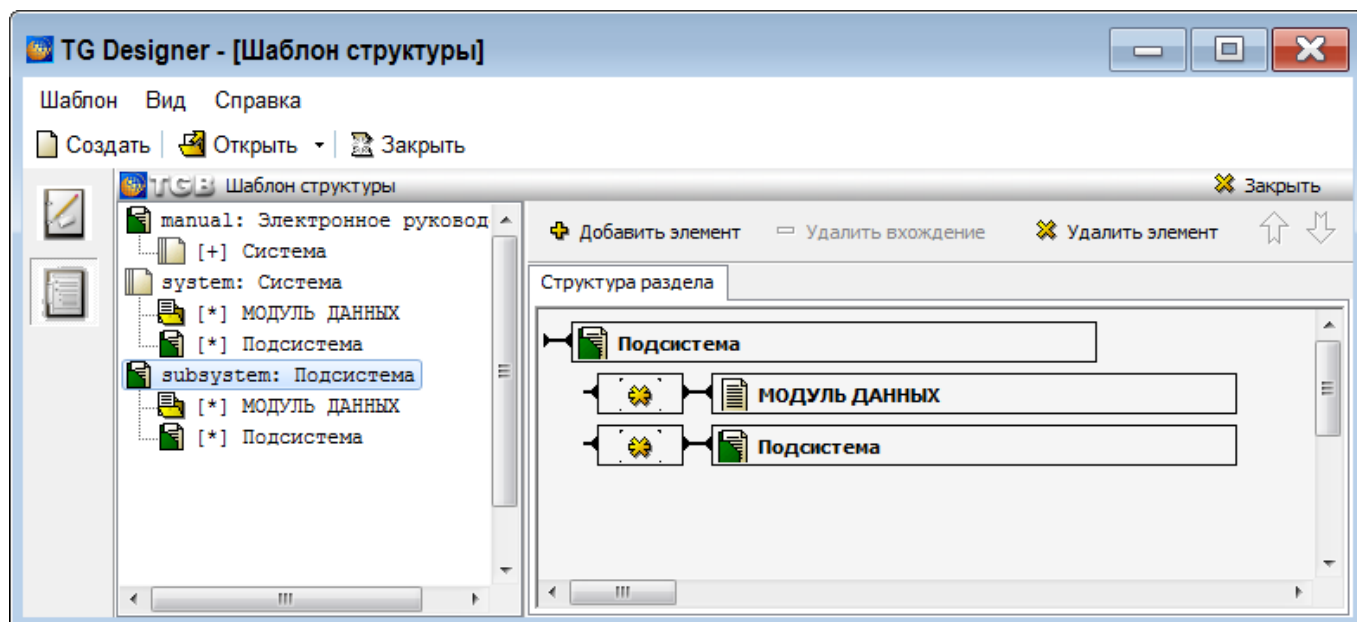

Рис. 4.18
В окне **Свойства элемента** нажмите на кнопку **Применить**. После этого произойдёт возврат в окно редактора **Шаблон структуры**. К элементу **Подсистема** добавлены элементы **Модуль данных** и **Подсистема** в качестве заданного элемента (Рис. 4.18).
1. В левом окне выделите элемент **Подсистема** (Рис. 4.18).